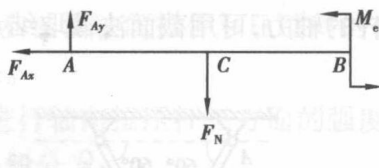

图 2.4
【解】(1) 计算 CD 杆的轴力。取 AB 杆为研究对象,其受力图如图 2.4 所示。